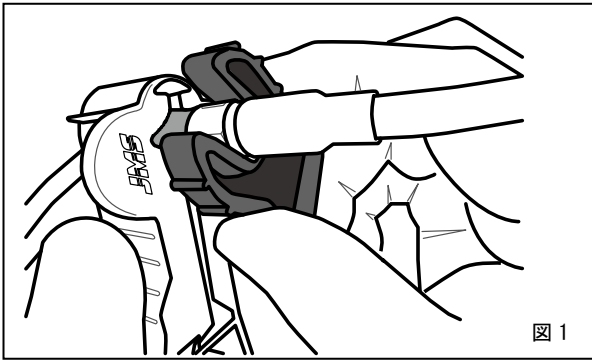

図 1
** (1) 新しい接続チューブの包装を開封します。
(2) 再度、十分に手洗いをし、新しい手袋を着用します。
(3) 新しい接続チューブのクランプを閉じます。
- * (4) 消毒済みのカテーテルアダプタと新しい接続チューブをしっかりと接続し、ロックスパナで更にとしっかりと締めます。(図 1)